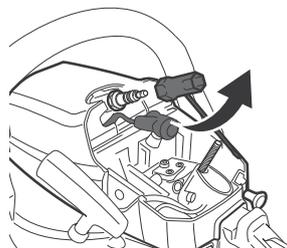

Fig. 59
- > Utiliser la clé mixte (32) pour desserrer la bougie et la retirer (Fig. 59).